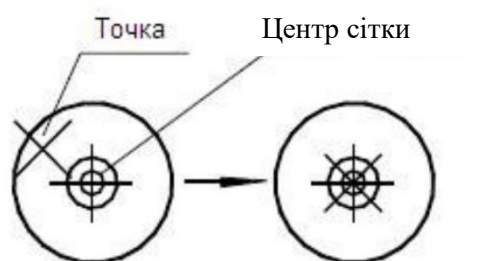

Рис. 3.6 – Центрування приладу за допомогою оптичного виска
- послабте становий гвинт і, обережно переміщуючи прилад, сумістите марку на землі із центром сітки ниток оптичного виска (рис. 3.6);